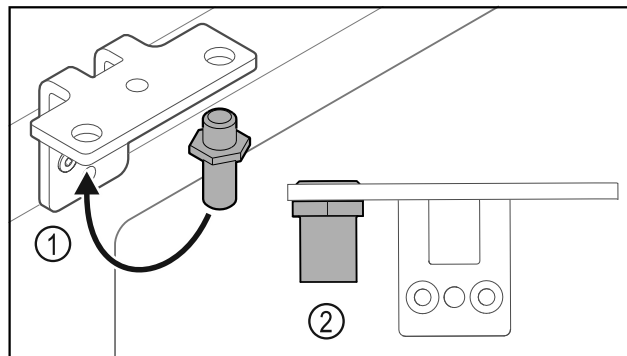

Fig. 25
- ▶ Mutați bolțul Fig. 25 (1) în colțarul balamalei.
- ▶ Strângeți bolțul Fig. 25 (2) cu **cuplul de 12 Nm**.